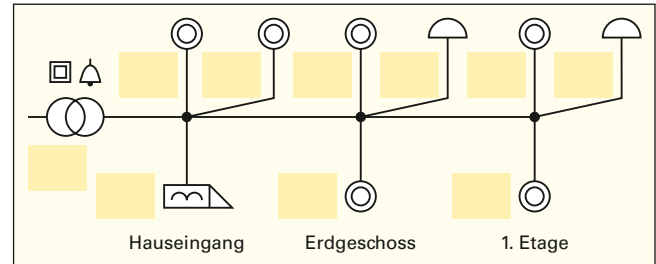

Bild 1: Übersichtsschaltplan
1. Der Übersichtsschaltplan im **Bild 1** (Kennbuchstaben der Betriebsmittel fehlen) zeigt eine Klingel- und Türöffneranlage für ein Gebäude mit zwei Wohnungen. Ergänzen Sie die **Tabelle** mit allen notwendigen Bestandteilen einer Klingel- und Türöffneranlage. Tragen Sie anschließend die entsprechenden Kennbuchstaben in **Bild 1** ein.
- die Kennbuchstaben im Übersichtsschaltplan (**Bild 1**) und